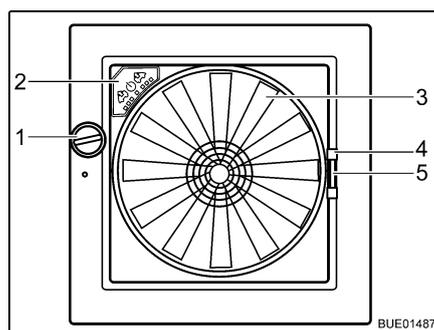

Fig. 56 Oblò Omni-Vent
- Ruotare la manopola (Fig. 56,1), finché non si raggiunge l'angolo di apertura desiderato.
- Ruotare la manopola (Fig. 56,1), finché l'oblò non è completamente chiuso.
- Chiusura:* ■ Tirare la protezione contro gli insetti per la maniglia (Fig. 56,4) verso il lato opposto del telaio.
- Chiusura:* ■ Serrare la maniglia (Fig. 56,5) dell'oscurante.
- Ventilatore** Se l'oblò è aperto, l'abitacolo può essere ventilato e sfiato con il ventilatore a 6 stadi (Fig. 56,3). Il ventilatore si controlla dal quadro di comando (Fig. 56,2).